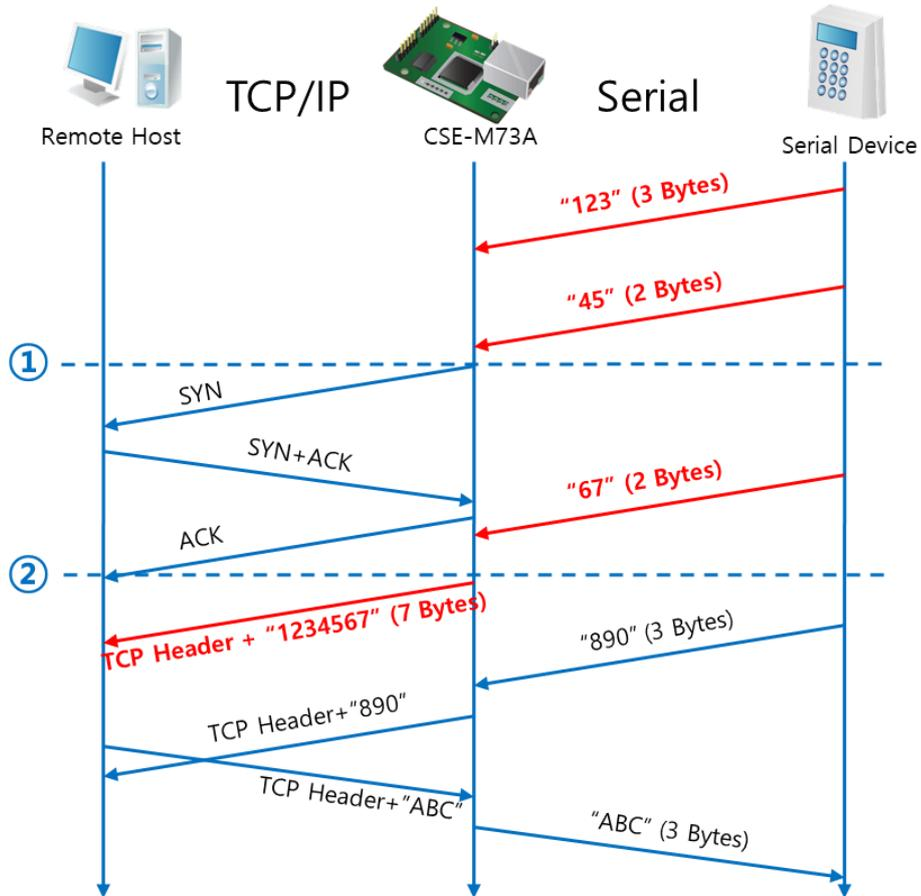

图 5-5 连接前数据大小为5
如图5-5中所示CSE-M73A的串行数据达到5字节时发送连接邀请。另外TCP连接邀请始点(①)前进入的数据“123”, “45”与TCP连接完成始点(②)前进入的“67”[连接前数据大小]设定为0以外的值完成连接后传送到远程HOST。